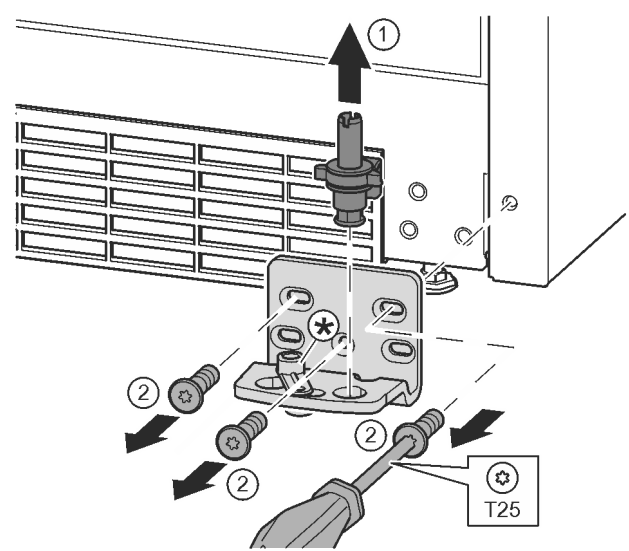

Fig. 16
- ▶ 将轴承螺栓完全向上拉出。 Fig. 16 (1)
- ▶ 用 T25 螺丝刀将螺钉旋开并取下托架 Fig. 16 (2)